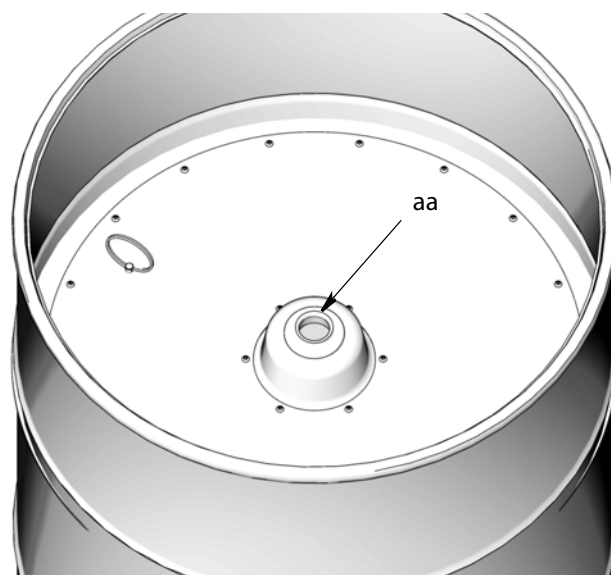

Рис. 27
6. Поместите упорную пластину (15) на поверхность свежей консистентной смазки (Рис. 27). Удалите воздух. Для этого нажимайте на упорную пластину до тех пор, пока поверхность консистентной смазки не окажется на одном уровне с отверстием посередине упорной пластины (aa).